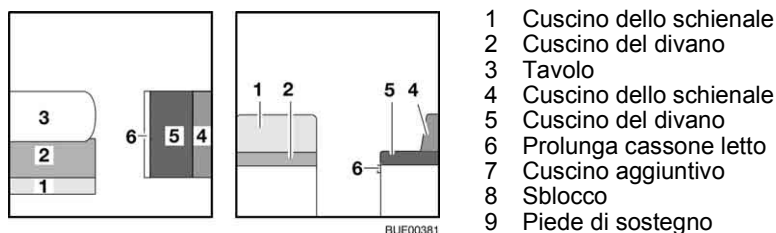

Fig. 111 Prima della trasformazione
- Trasformare il tavolo (Fig. 111,3) in struttura di supporto letto (vedi paragrafo 6.7).
- Riporre il cuscino dello schienale (Fig. 111,1).